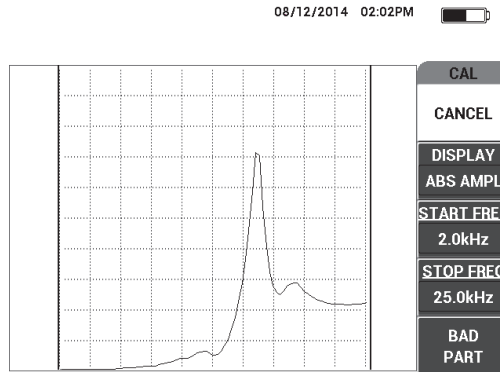

Figura 6-63 Sinal para defeitos pequenos
4. Mantenha a ponta da sonda sobre o menor defeito, ou mais crítico, e, em seguida, pressione **BAD PART [PEÇA RUIM]** (tecla E) [veja Figura 6-63 na página 177].